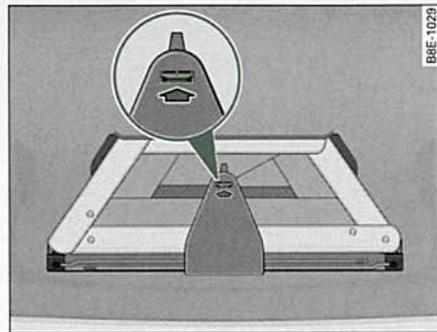

Fig. 225 Triángulo de emergencia en el portón trasero
- Para sacar el triángulo de emergencia hay que presionar el retentor en la dirección de la flecha ⇒ fig. 225 y abatir el soporte.